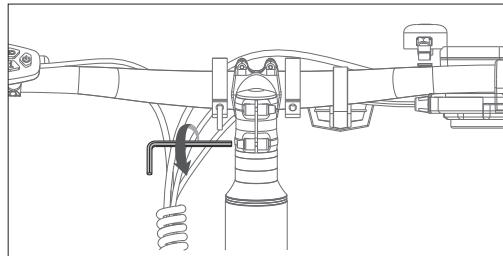

Рисунок 1-3
- Затягніть гвинт за годинниковою стрілкою. Поверніть резинову кришку на верхню частину стержня, як показано на (Рисунок 1-3, 1-4).